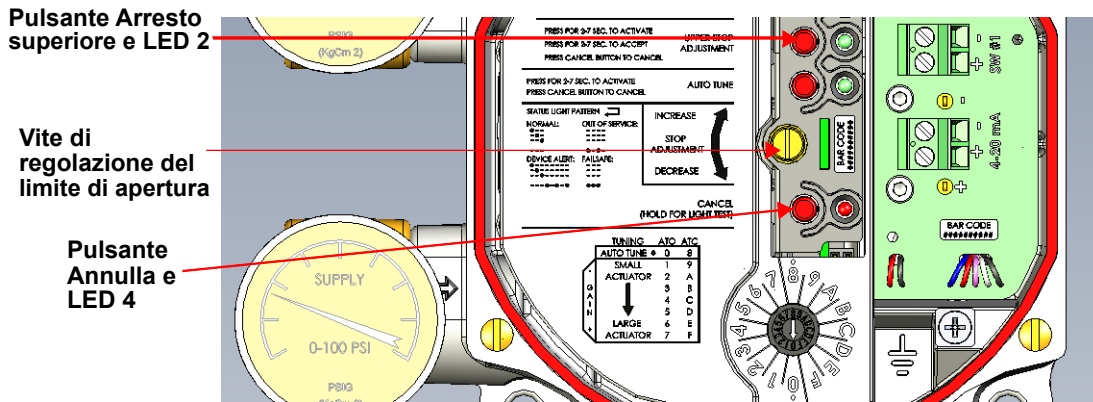

Figura 26 - Vite di regolazione del limite di apertura
2. Portare la valvola nella posizione desiderata utilizzando la *Vite di regolazione del limite di apertura* (Figura 26).